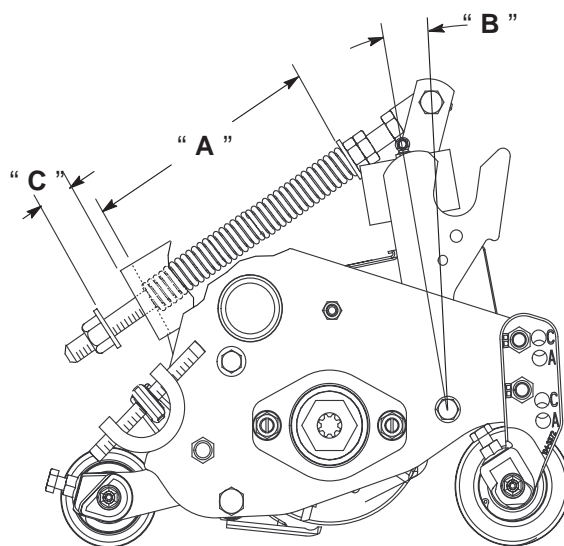

図13
ターフ補正スプリング（図13）は、キャリアフレームとカッティングユニットをつないでおり、前後の揺れの大きさを調整する働きと、移動走行中や旋回動作中の地上高の調整を行っています。
1. スプリングロッド後部のロックナットを締めて、すきま（C）を32 mmとする（図13）。
2. スプリングロッド前部の6角ナットを締めて、スプリング（圧縮状態）の長さ（A）が328 mmになるようにする（図13）。